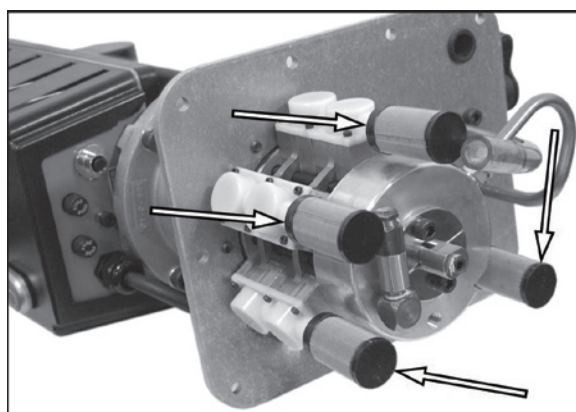

Рис. 56.
2. См. рис. 56. Снимите всасывающие фильтры приемных патрубков.